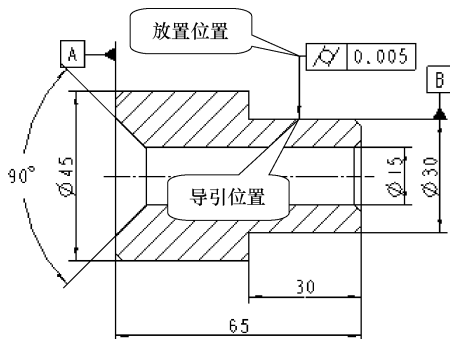

图 10-244 完成圆柱度公差标注
(7) 选择【箭头】选项,消息区提示“选取一个边,尺寸界线,一个基准点,一个轴线,曲线或一顶点”,在图形区选取如图 10-244 所示的边线,选择【引线类型】菜单中的【完成】选项。
(8) 消息区提示“选取放置位置”,单击鼠标中键在图形区适当位置,拾取公差放置的位置。
(9) 在图形区单击鼠标中键,或者单击【几何公差】对话框的【确定】按钮,完成圆柱度公差标注,如图 10-244 所示。